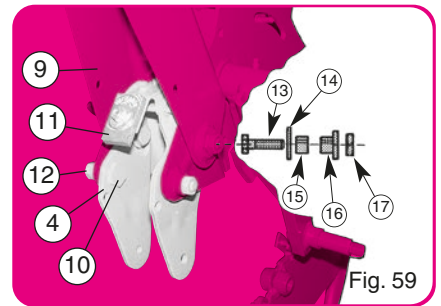
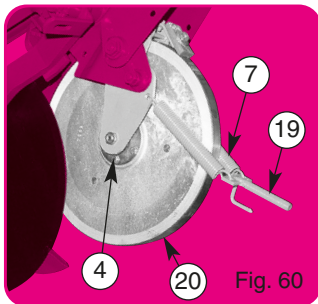
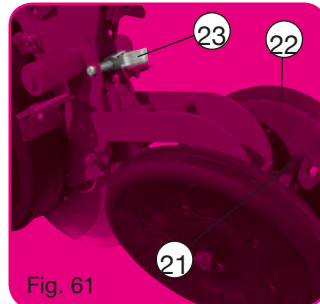

Fig. 59
Fig. 60
Fig. 61
- Présenter le cadre ④ sans la roue plombuse, mettre en place les vis épaulées ⑩ et les écrous ⑫ (fig. 59).
- Récupérer les 2 ressorts ⑦, les monter sur le cadre ④ (fig. 60). Respecter l'orientation de l'embout de réglage ⑱.
- Mise en place de la roue ⑳.
- Mise en place de la poignée ㉑ (fig. 61).
- Position de fonctionnement (fig. 61).
- Position the frame ④ without the press wheel, and put the turned screws in place ⑩ and the nuts ⑫ (fig. 59).
- Take the 2 springs ⑦, and assemble them on the frame ④ (fig. 60). Respect the orientation of the adjusting end part ⑱.
- Position the wheel ⑳.
- Position the adjusting handle ㉑ (fig. 61).
- Operation position (fig. 61).
- Demontieren Sie die hintere Andruckrolle und entfernen Sie die Feder ⑦ gleichzeitig mit der Distanzhülse ⑧ - Fig. 59.
- Den Rahmen ④ ohne Andruckrolle in Position ⑩ mit Schraube und Mutter ⑫ anschrauben. Weiter Schraube ⑬ in die Halterung der hinteren Andruckrolle ⑨ mit Abstandshülse ⑮ Unterlegscheibe ⑭ und Spezialmutter ⑯ und Kontermutter ⑰ einsetzen.
- Die zwei Federn ⑦ in den Rahmen ④ - Fig. 60 - einsetzen. Achten Sie auf die richtige Anbringung des verstellbaren Endteils ⑱.
- Verstellerschraube ㉑ für Fig. 61 anbringen
- Führen Sie die Pos. Fig. 61 aus